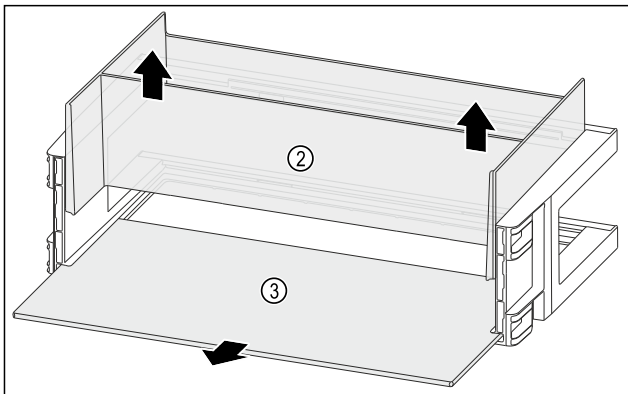

Fig. 143
- ▶ Organizer Fig. 143 (2) nach oben entnehmen.
- ▶ Abstellfläche Fig. 143 (3) entnehmen.